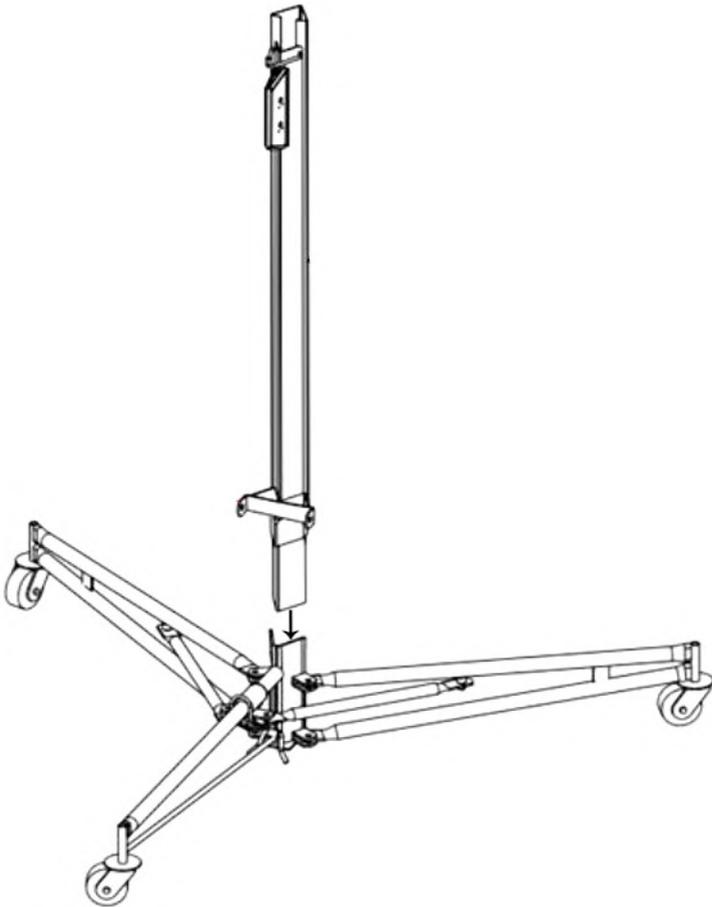

Figure 18
- Placez le boîtier du cadre sur les deux angles en "V" de la base du trépied et abaissez le cadre jusqu'à ce qu'il soit fixé par les angles. Avant de continuer, assurez-vous que le cadre est poussé jusqu'au bout et qu'il est solidement maintenu par les angles, comme le montre la figure 18.